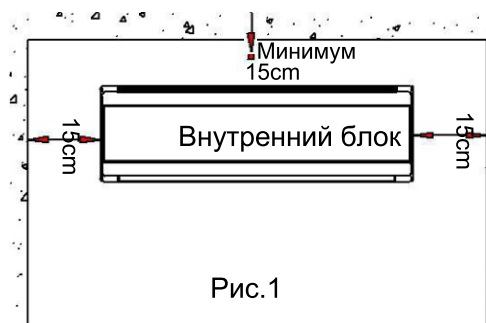

Рис. 1
- Обеспечьте расстояние, как указано на рис. 1.
- Задняя часть внутреннего блока должна быть расположена близко к стене (рис. 1)